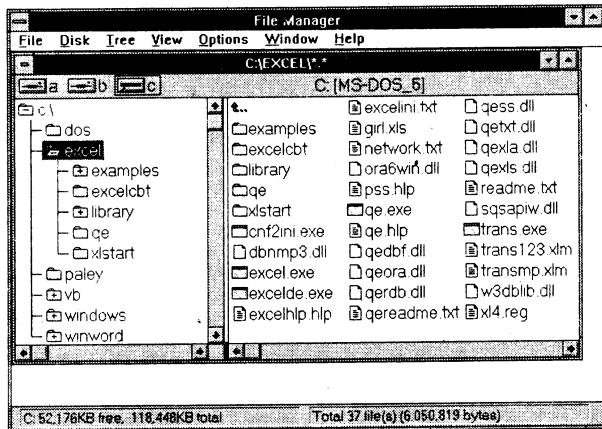

图2 文件管理器(一)
文件管理器作为 Windows 3.1 的另一可选外壳程序（见图2），提供面向文件的系统管理方式，它的主要功能就是帮助用户管理磁盘上的文件和目录并处理如拷贝、格式化等一些繁杂事务。盘、目录和文件是文件
管理器的基本元素,File Manager 主要有两种子窗口:(1)目录树窗口(图2左窗口),包括盘驱动器的所有当前目录和其它目录的肖像;(2)目录子窗口(图2右窗口),包括一个目录的整个结构及其所含文件的详细信息。
如图2所示,目录树窗口和目录窗口共用盘驱动器肖像、盘卷标,应用程序窗口标题栏则显示了当前盘驱动器的目录路径。两种窗口间由分格条(split)隔开。
1. 目录树窗口 File Manager 目录树窗口中目录被符号化为两种文件目录肖像:关闭的目录肖像(如图2中 DOS、VB 等目录)和打开的目录肖像(如图2中 EXCEL 目录)。打开的目录肖像表明当前所选择的目录(如图2中 EXCEL 即为当前选择的目录)。
观察目录树窗口时,首先显示当前盘的根目录和第一级子目录。通过选择 Tree 菜单的 Indicate Expandable Branches(指示可展开分支)将使目录树窗口中的目录肖像里有“+”或“-”符号。如果目录肖像显示有“+”(如图2中 VB 目录),说明该目录含有下一级子目录;如果下一级子目录已经被显示或被展开,则目录肖像中的“+”变为“-”(如图2中 EXCEL 目录);目录肖像里既无“+”,又无“-”时,说明该目录不含有子目录(如图2中 DOS 目录)。显示子目录的方式有三种:
2. 目录窗口 File Manager 目录窗口中的文件目录肖像也表示一个目录,但它只表明这是当前目录下的一个子目录(例如图2目录窗口中的 examples、qe 文件目录就是当前 EXCEL 父目录的子目录)。目录窗口顶部带有两点的上指箭头是一个“回溯”肖像,代表当前目录的父目录。File Manager 中文件的类型主要有:
(1)顶部有一横线的长方形代表一个可执行程序或文件,它们是带有 BAT、COM、EXE、或 PIF 扩展名的文件(例图2中 excel.exe、trans.exe 等)。
(2)内有若干横线的折了一角的书页符号代表一文档文件。文档文件作为一种数据文件已与一个应用程序相连接,通过鼠标双击该肖像可启动该文档文件及与之相关联的应用程序(例图2中 qe.hlp、girl.xls 等)。
(3)没有横线的书页符号代表一个没有被连接的数据文件,用户不能直观读取和编辑(例图2中 dbnmp3.dll 等)。